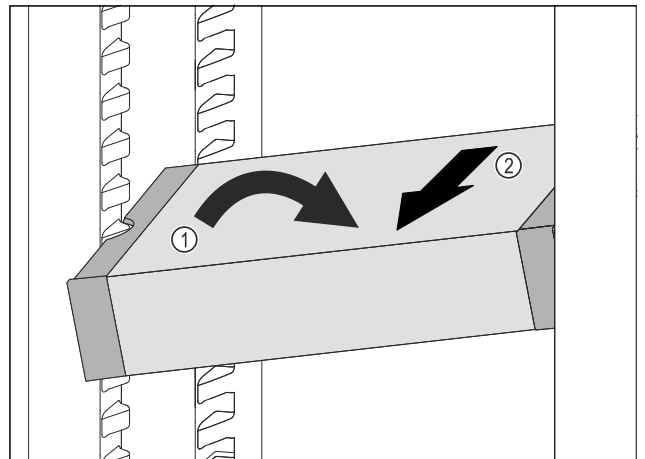

Fig. 83
- ▶ Coloque el VarioSafe en el compartimento del frigorífico en posición oblicua. Fig. 83 (1)
- ▶ Extraiga el VarioSafe hacia delante. Fig. 83 (2)